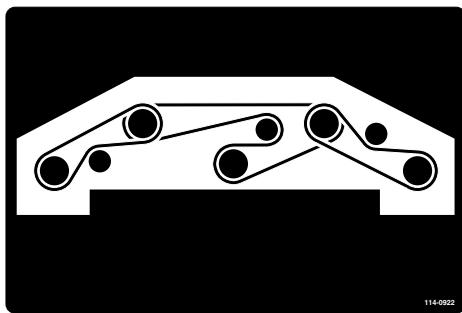

Bild 78
5. Verlegen Sie den neuen Riemen um die Spindelscheiben und die Spannscheiben, siehe Bild 78.